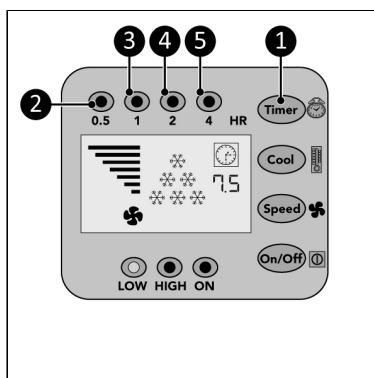

Figure 143.
1. Trykk på Timer-knappen (Figure 143, pos. 1) gjentatte ganger for å starte nedtellingstimeren av:
- 0,5 time: 0,5 t-indikatoren (Figure 143, pos. 2) lyser;
- 1 time: 1 t-indikatoren (Figure 143, pos. 3) lyser;
- 2 time: 2 t-indikatoren (Figure 143, pos. 4) lyser;
- 4 time: 4 t-indikatoren (Figure 143, pos. 5) lyser;
- 7,5 timer: 0,5 t-indikatoren, 1 t-indikatoren, 2 t-indikatoren og 4 t-indikatoren (Figure 143, pos. 2, 3, 4 and 5) lyser.